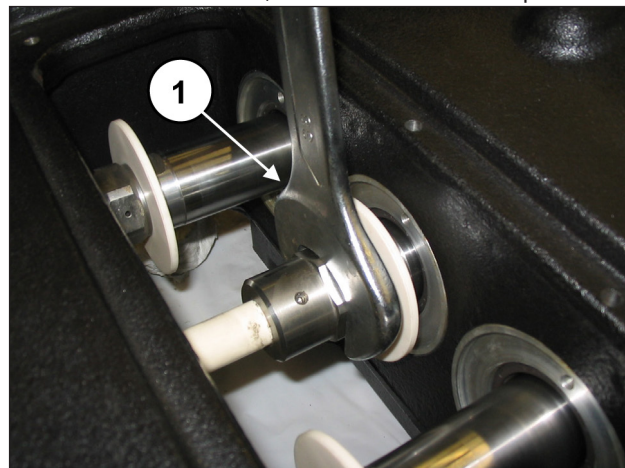

Fig. 101
Aperte dos três pistões (pos. ①, Fig. 101) e calibre mediante a chave fixa dinamométrica, conforme indicada no capítulo 3.